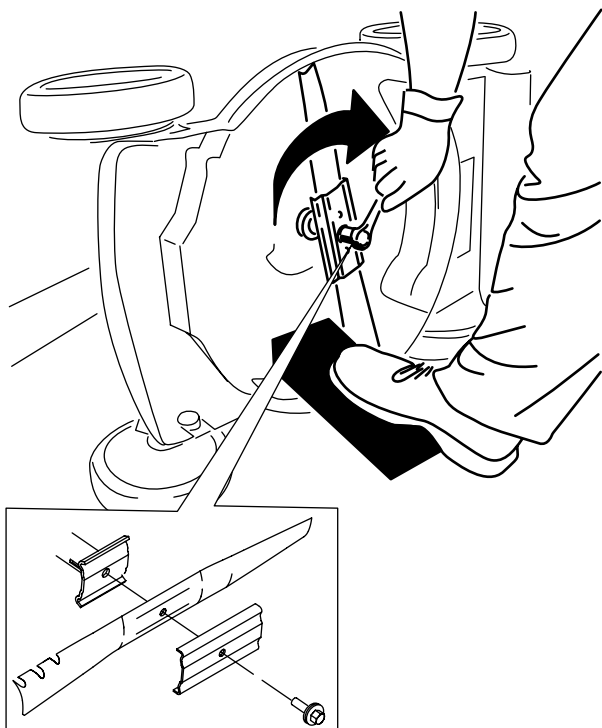

Figura 22
5. Instalați lama nouă și toate elementele de montare (Figura 22).